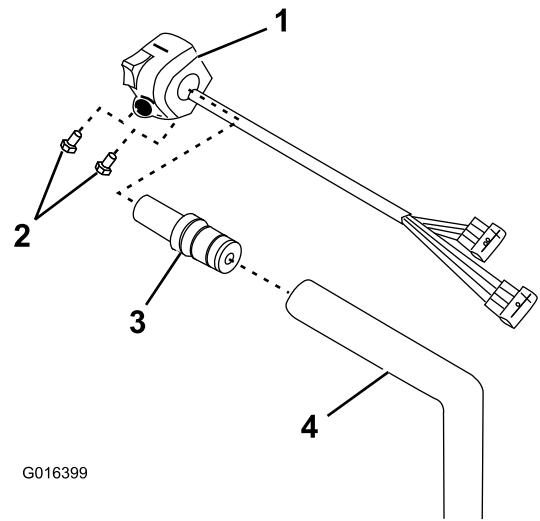

Figura 13
2. Montate il gruppo interruttore combinato sull'adattatore e fissatelo con i 2 bulloni forniti con il kit (Figura 13).